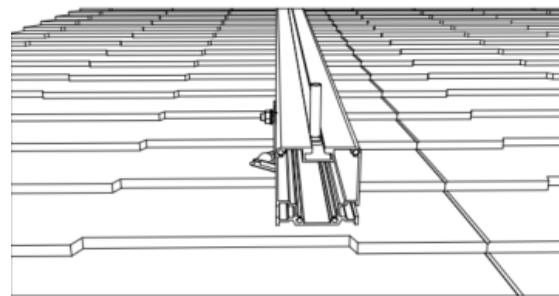
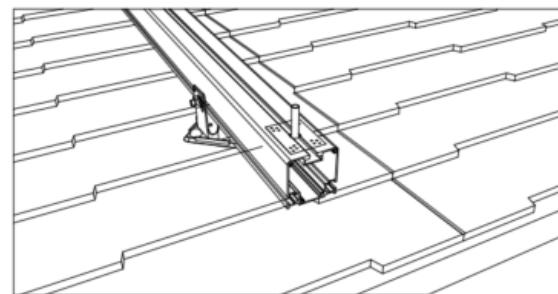
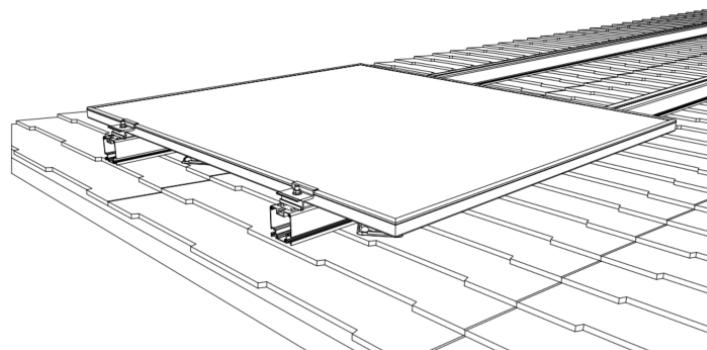
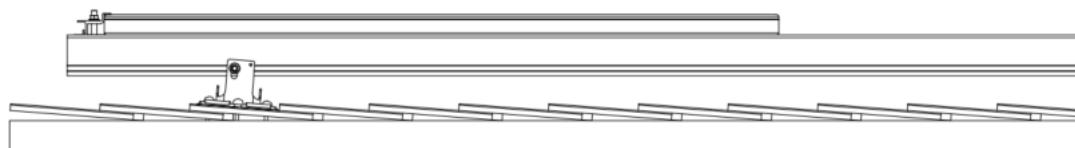

図 2
図 3
図 4
図 5
- M8 ボルトをレールの取付溝に差し込み（図 2 参照）、適切な位置に調整します。次に、M8 ボルトに接地ワッシャーを通して（図 3 参照）。その後、最初のモジュールを 2 本のレール上に設置し、モジュールの端部とレールの端部との距離を 45mm 以上確保します（図 3 参照）。これは熱膨張・収縮および安全距離を確保するためです。モジュール位置を合わせた後、端部抑え金具を M8 ボルトに差し込み、トルクレンチを使用してボルトで端部抑え金具を締め付けます（推奨トルク値: 15 N·m）。これにより、最初のモジュールがレール上にしっかりと固定されます（図 4 参照）。取付後の側面図は図 5 を参照してください。